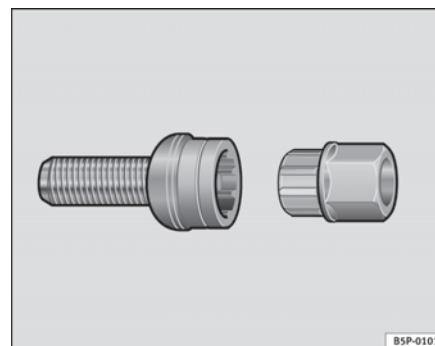

Fig. 137 Tornillo anti-robbo de la rueda
- Coloque el adaptador hasta el tope en el tornillo antirrobo de la rueda ⇒ página 219, fig. 137.